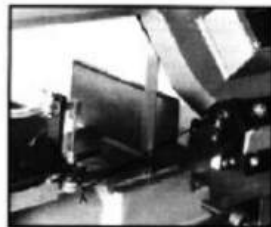

Fig.4
2. Placera maskinistens fyrkant på bordet bredvid bladet som avbildad i Fig.4.
5. Dra åt bultarna (A).